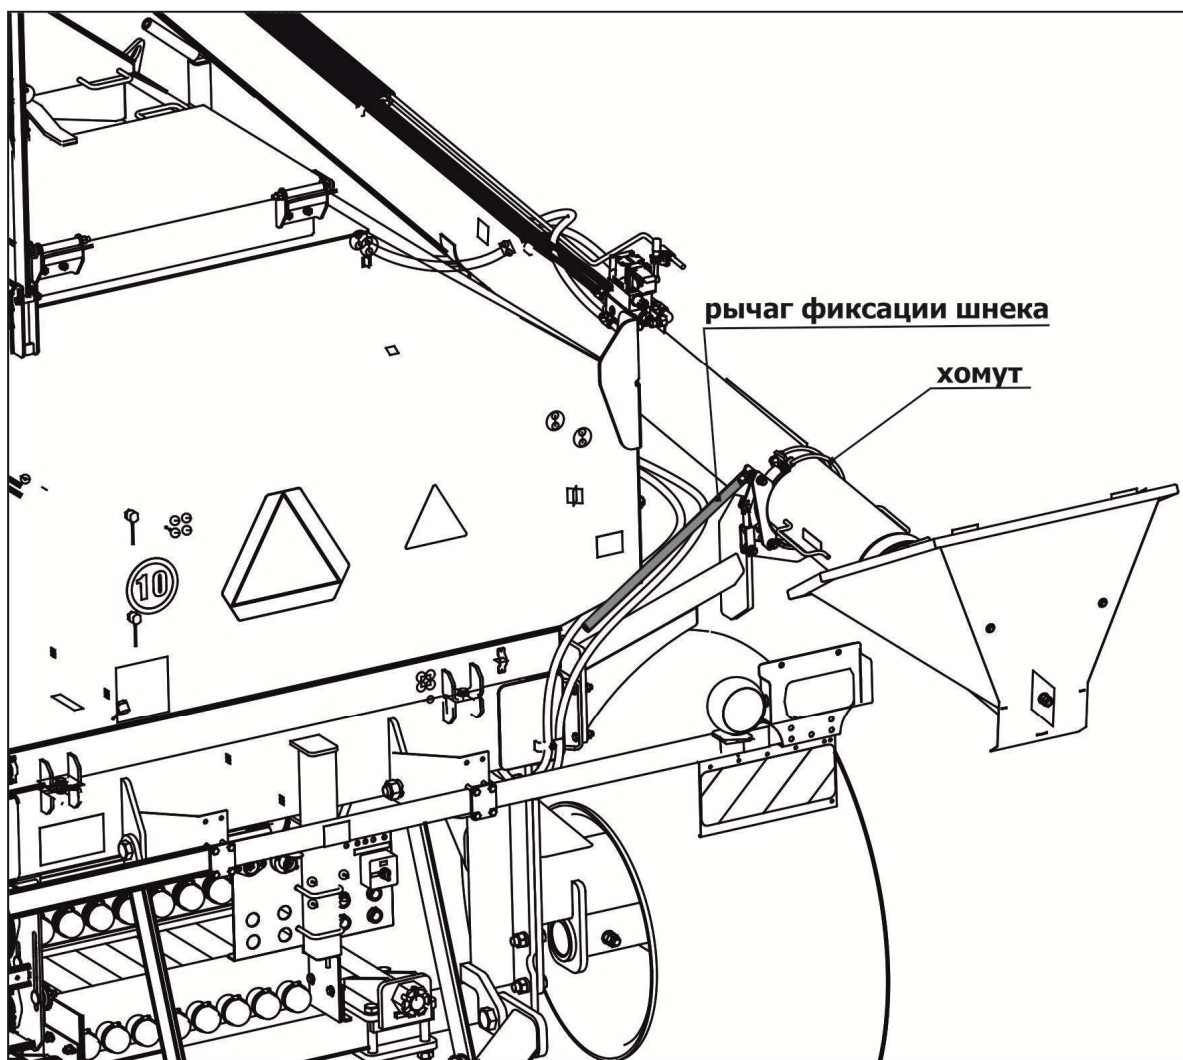

Рисунок 6.1
- разблокировать шнек, потянув рычаг фиксации шнека вверх и откинув хомуты (см. рисунок 6.1).